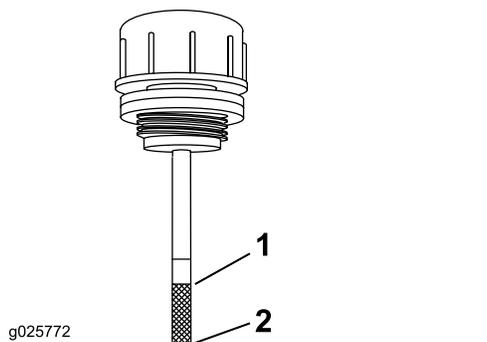

Figura 71
5. Pulite attorno all'asta di livello del serbatoio dell'impianto idraulico (Figura 71).
6. Togliete l'asta di livello dal serbatoio idraulico (Figura 71).
8. Togliete l'asta e controllate l'estremità (Figura 71). Se il livello del fluido è alla tacca di aggiunta, versate lentamente del fluido nel serbatoio idraulico per portare il livello alla linea di pieno.